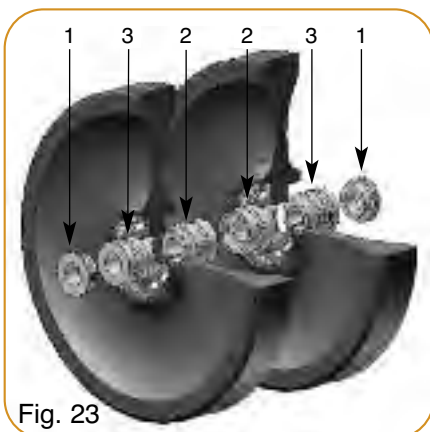

Fig. 23
- Montage version C : roue largeur 29 mm en double ligne, interligne 50 mm (fig. 23).
- Version C assembly : 29 mm wide wheel in double line, inter line 50 mm (fig. 23)
- Montage Version C: Rad Breite 29 mm in verdoppelt Linie, Zwischenraum 50 mm (Abb. 23).
- Montaje versión C : rueda anchura 29 mm en doble línea, interlínea 50 mm (fig. 23).